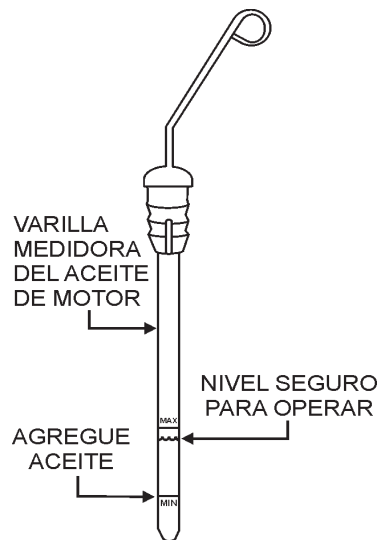

Figura 8. Nivel de la varilla medidora del aceite del motor
3. Revise el nivel de aceite mostrado en la varilla (Figura 8).